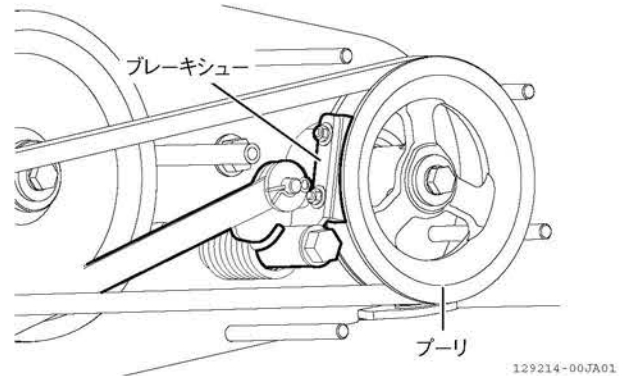

図 4-48
1. 作業クラッチレバー「切」位置でブレーキシューがプーリに当たることを確認します。(図 4-48)